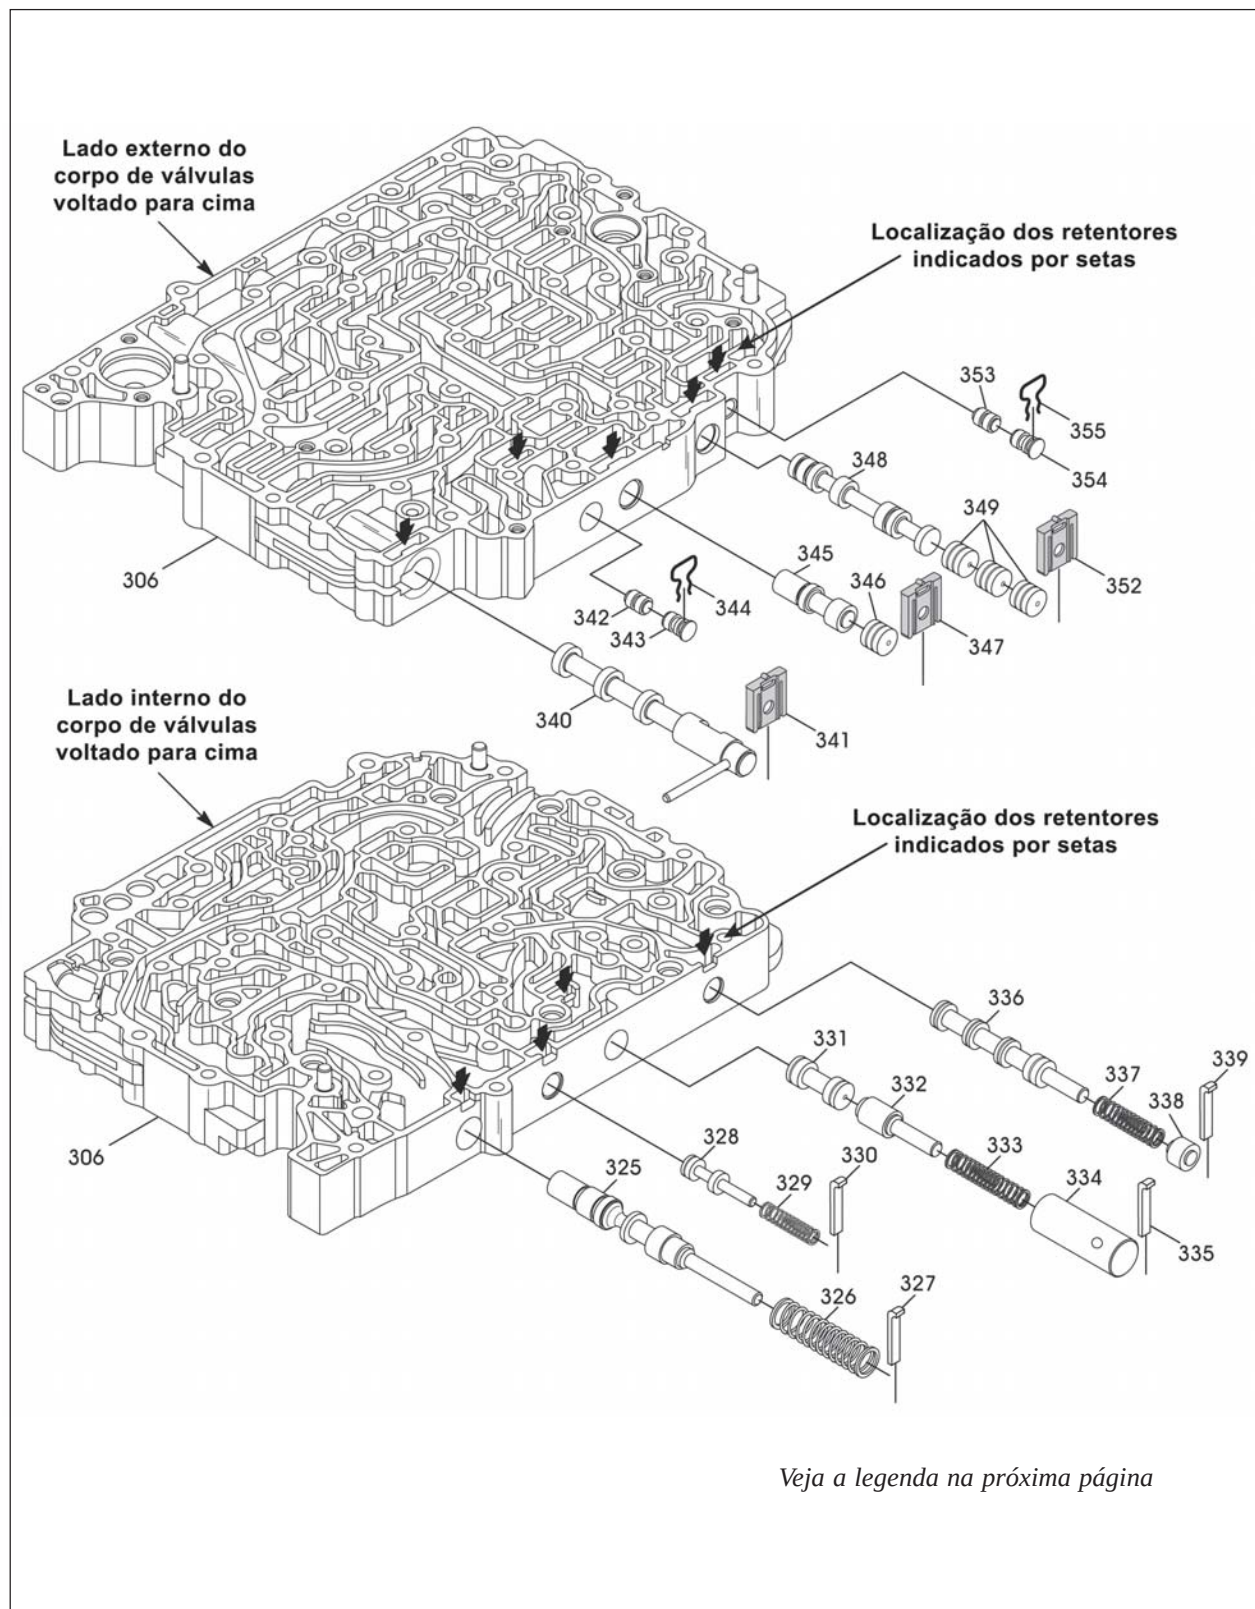

Figura 214
16. Desmonte todas as válvulas, molas, tampões e retentores, utilizando como guia a figura 214, e posicione as peças nas bandejas, exatamente como foram removidas.
19. Monte as válvulas, molas, tampões e retentores exatamente como mostra a figura 214, e lubrifique todas com ATF+4 à medida que são instaladas.